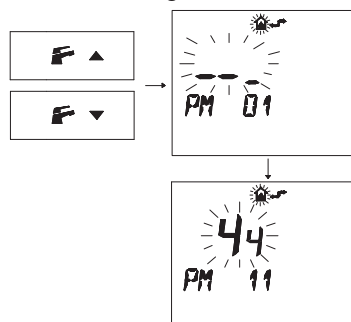

Figura 5.50
- Pulse los botones **F** ↓ o **F** ↑ para visualizar la programación "PM11" de la postcirculación de la bomba (Figura 5.50).